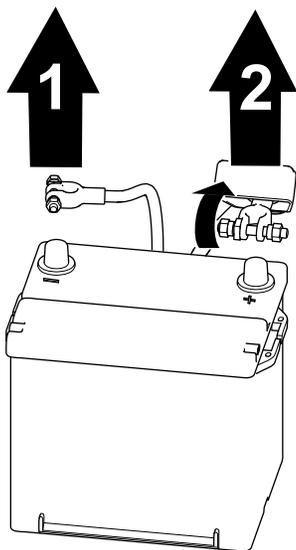

Рисунок 62
1. Отсоедините отрицательный кабель аккумулятора от штыря аккумулятора (Рисунок 62).
2. Снимите изолирующий колпачок и отсоедините положительный кабель аккумулятора от штыря аккумулятора (Рисунок 62).